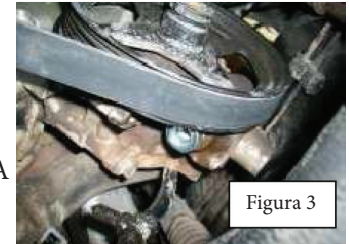

Figura 3
9. Limpie el puerto de la bomba e instale la tuerca nueva de “desconexión-rápida” (Quick-Disconnect) en la bomba. La tuerca fue empacada separadamente. Luego, apriete de 10-20 pies/libra (Figura 3).